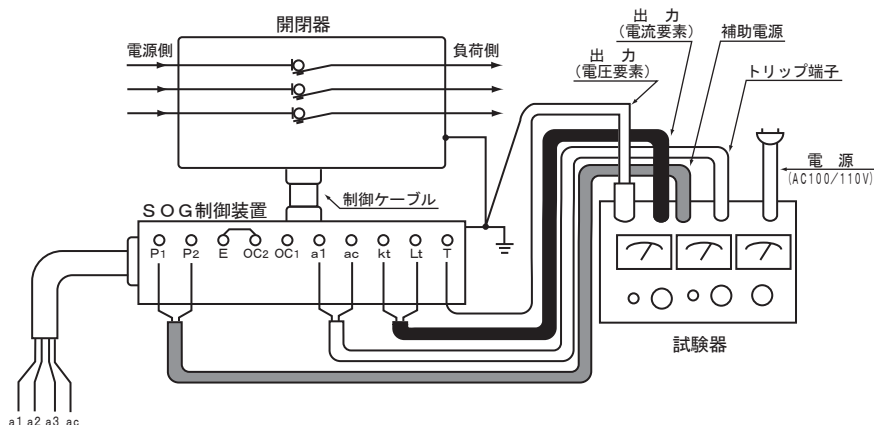

図3 地絡特性チェック回路
- ①図3の試験回路は制御装置のみの地絡動作時間特性試験回路です。
- ②図3は制御電源と警報接点（P1・P2・a1・ac）を制御装置パネルの試験端子に接続する方法です。
なお、図3の回路で試験する場合は、制御装置パネルの制御電源切替スイッチを「試験」側にしてください。